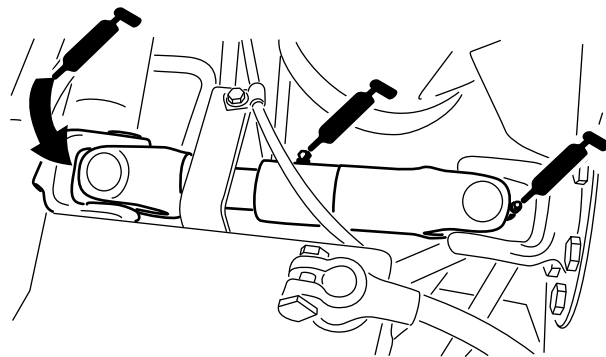

Figura 30
- Articulación de cardán del árbol de transmisión de la bomba (3) (Figura 30).